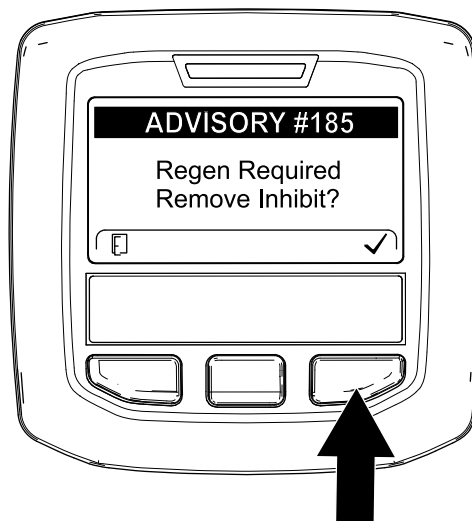

Figure 46
**Remarque:** Si l'option INHIBIT REGEN est à ON, l'InfoCenter affiche ADVISORY #185 (avis n° 185) (Figure 46). Appuyez sur le bouton 3 pour faire passer l'option d'interdiction de régénération à OFF (désactivée) et poursuivez la procédure de régénération commandée.